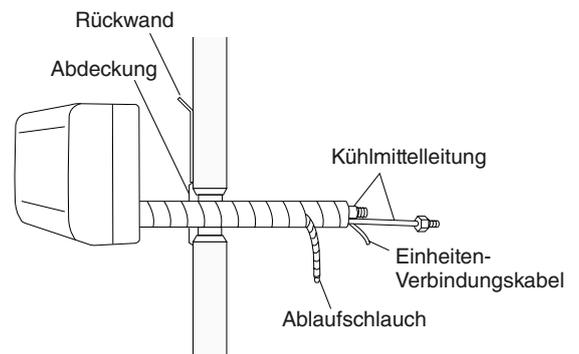

Abb. 3-105
- (1) Die Kühlmittleitung so biegen, dass sie mühelos in die Wandöffnung gepasst werden kann. (Abb. 3-105)